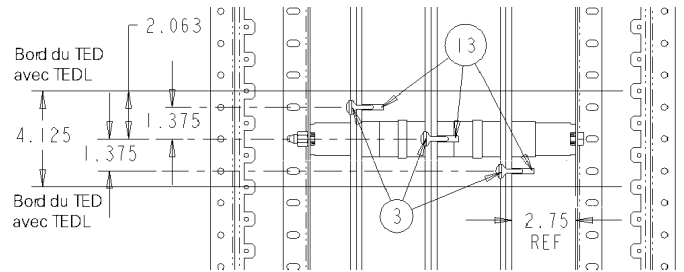
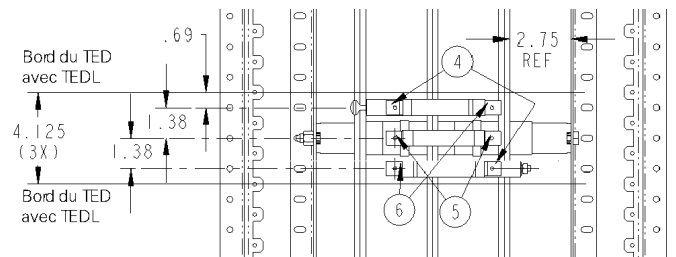

Figure 4a. Assemblage du boulon de carrosserie et de l'agrafe anti rotation.
Figure 4c. Installation des barrettes.
4. Monter l'assemblage de la barrette. Positionner l'assemblage du boulon de carrosserie et de l'agrafe anti rotation de l'étape 2 comme montré aux Figures 4a et 4b. Placer les barrettes [4, 5, 6] comme montré aux Figures 4c et 4d. Laisser la connexion serrée à la main pour le moment.